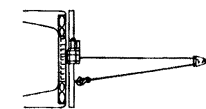

Figure 2 Câble double
1. Le S3500 a une capacité nominale de 3500 livres (1588 kg) (à câble unique) sur la couche de câble située la plus près du tambour. **NE SURCHARGEZ PAS LE TREUIL. N'ESSEYER PAS DES TREUILLAGES PROLONGÉS AVEC DES CHARGES LOURDES.** Ne maintenez pas l'alimentation au treuil si le moteur cale. Les surcharges peuvent endommager le treuil et/ou le câble et peuvent créer des conditions dangereuses. **POUR LES CHARGES DE PLUS DE 2345 LIVRES (1064 kg), NOUS RECOMMANDONS D'UTILISER LE PALAN FACULTATIF AFIN DE DÉDOUBLER LE CÂBLE** (Fig. 2 et 16). Ceci réduit la charge appliquée au treuil et au câble d'environ 50%. En cas d'attache au même véhicule, fixez le treuil au cadre ou à un autre point de portecharge. Le moteur du véhicule doit être en marche pendant le fonctionnement du treuil pour minimiser l'épuisement de la batterie et maximiser la force et la vitesse du treuil. Si un treuilage important est effectué sans que le moteur ne soit en marche, il se peut que la batterie soit trop faible pour faire re-démarrer le moteur.